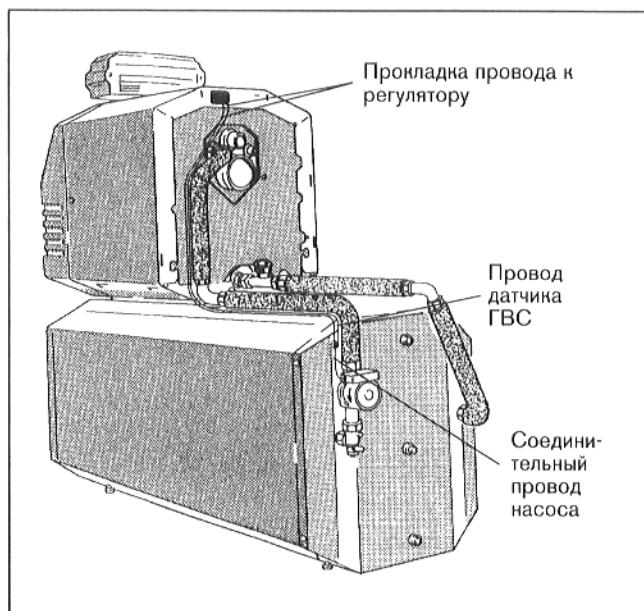

Рис. 12
- Произвести монтаж регулятора (инструкция по монтажу котла, рис. 12)